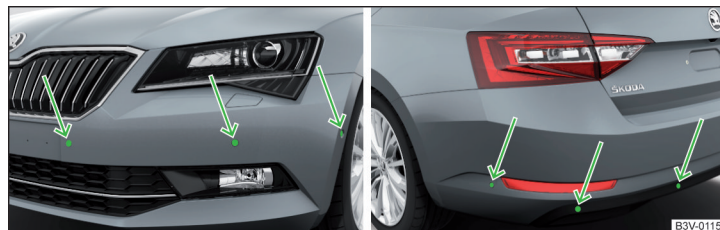

Fig. 270 Lugar de instalación de los sensores del lado izquierdo del vehículo: delantero / trasero
- Mantener los sensores del sistema » **fig. 270 de la pág. 241** limpios, libres de nieve y hielo, y no cubrirlos con ningunos objetos, de lo contrario puede estar limitado la función del sistema.
El sistema calcula la distancia entre el parachoques y un obstáculo mediante ondas ultrasónicas. Los sensores ultrasonidos se encuentran según el equipamiento del vehículo en el parachoques trasero o también en el delantero » fig. 270.